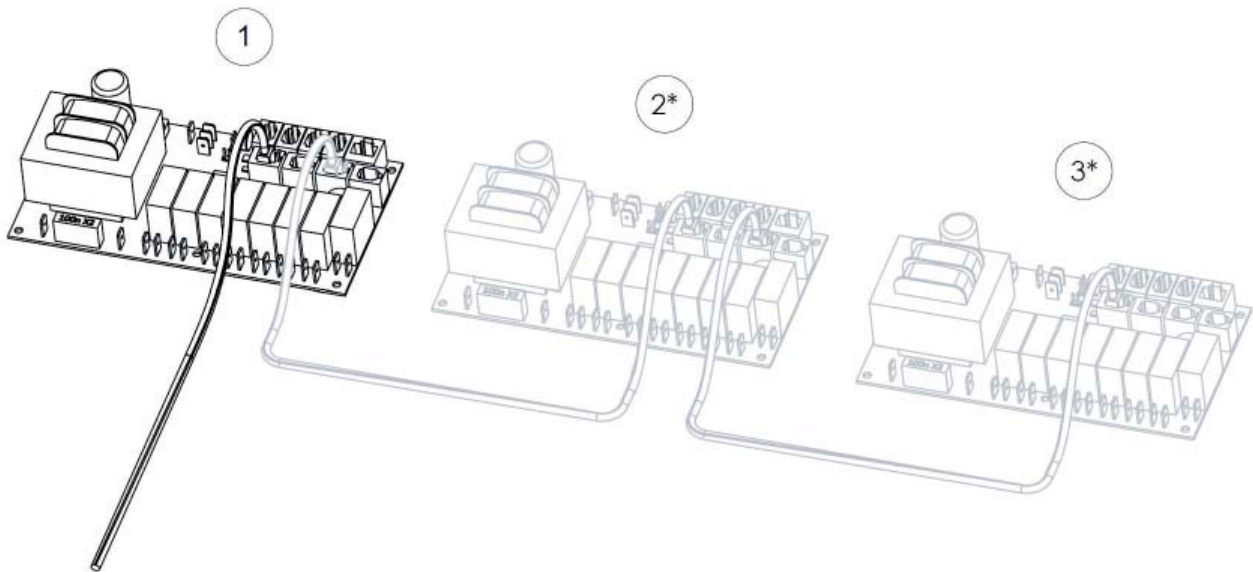
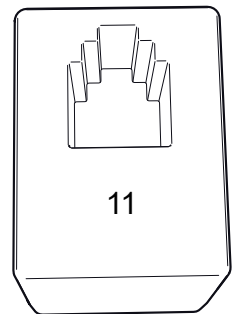

Fig. 16
Fig. 17
Pour le raccordement du panneau de commande, de la sonde de température, etc. avec contact rapide, reportez-vous à la présentation simple de la carte électronique (Fig. 17)
Pour l'interconnexion des générateurs, il convient d'utiliser un câble basse tension (4 fils) avec un connecteur RJ10, (Fig. 16.) Voir la partie «Description du contact modulaire» (Fig. 17) pour de plus amples informations concernant la configuration des broches.
Si un générateur de vapeur doit subir une maintenance, les autres peuvent continuer à fonctionner. Un générateur désigné comme secondaire peut être déconnecté en supprimant le fil entre les cartes électroniques. (Fig. 16)
2. Débranchez le câble qui relie les cartes électroniques (Fig. 16)